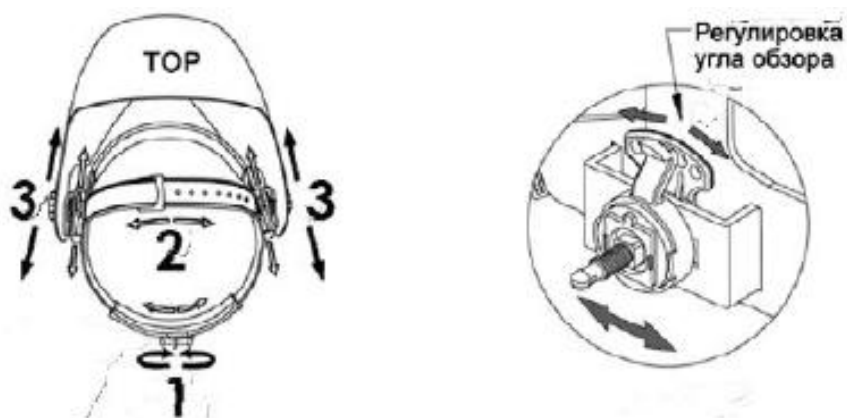

Рис. 5
- Длину окружности оголовья можно увеличить или уменьшить, вращая ручку с нажатием на затылочной части оголовья, (см. «1» на рис. 5). Данная процедура выполняется при надетой сварочной маске и позволяет получить натяжение,
- Регулятор угла обзора расположен на правой стороне маски (см. рис. 5). Ослабьте правую гайку-фиксатор, выдавите штифт рычага из отверстия стопорной шайбы, поверните рычаг на требуемый угол и вставьте штифт в ближайшее отверстие. Когда затянете гайку-фиксатор, рычаг автоматически зацепится со стопорной шайбой.